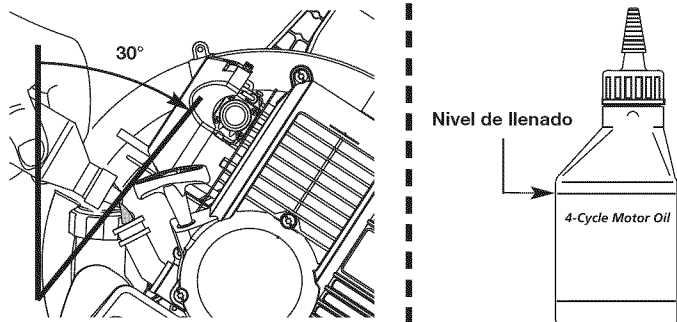

Fig. 22
4. Incline el unidad 30° (Fig. 22).
**NOTA:** Use la botella y la boquilla que guardó del uso inicial para medir la cantidad correcta. El nivel de 90 ml (3.04 onzas) está aproximadamente en la parte superior de la etiqueta de la botella (Fig. 22). Mida el nivel con la varilla de medición. Si el nivel está bajo, agregue una pequeña cantidad de aceite y vuelva a medir (Fig. 22). No lo llene demasiado.